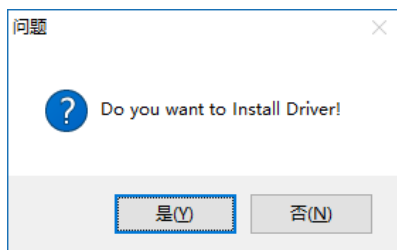

图 5 安装驱动程序确认
- 1) 完成脑电采集分析软件 (NeuroNexus) 的安装后，系统会弹出图 5 所示的对话框，提示确认是否安装驱动程序。